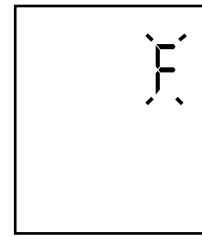

Figure 11
- After accepting the Day setting, the temperature units "F" or "C" flashes. See Figure 11. Press the Up or Down button to select the F or C. Then press the Next/Save button once to accept the temperature unit setting.
- Après acceptation du réglage du jour, les unités de température « F » ou « C » clignotent. Voir la figure 11. Appuyer sur le bouton Haut ou Bas pour sélectionner F ou C. Appuyer ensuite une fois sur le bouton Next/Save pour accepter le réglage de l'unité de température.